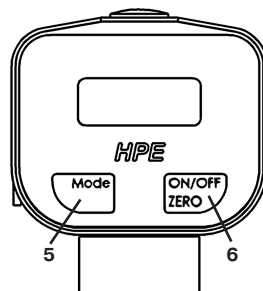

Рис. 3. Кнопки MODE и ON/OFF ZERO.
- Включите устройство кнопкой ON/OFF ZERO (6, Рис.3).
- Если на дисплее появится - - - вместо 0.0, кратко нажмите кнопку ON/OFF ZERO (6, Рис.3).
- Нажмите кнопку MODE (5, Рис.3) , когда измерительное устройство включено. На дисплее появится время измерений.
С помощью кнопки MODE (5, Рис.3) вводится время измерений от 0 до 99 секунд: повторным кратким нажатием (один шаг), непрерывным нажатием (последовательные шаги)
Кратко нажмите кнопку ON/OFF ZERO (6, Рис.3), чтобы сохранить изменения. Измерительное устройство готово к испытанию.
При сохранении 301 значения, первое сохраненное значение стирается. Нажатием кнопки Mode (5, Рис.3) отображается кол-во сохраненных значений.
При нажатии кнопки ON/OFF ZERO (6, Рис.3) и одновременном удержании кнопки Mode (5, Рис.3), полученные данные отправляются через интерфейс RS 232 на компьютер и память стирается.
Удерживайте кнопку ON/OFF ZERO (6, Рис.3) пока дисплей не погаснет. Полученные данные остаются в памяти прибора.